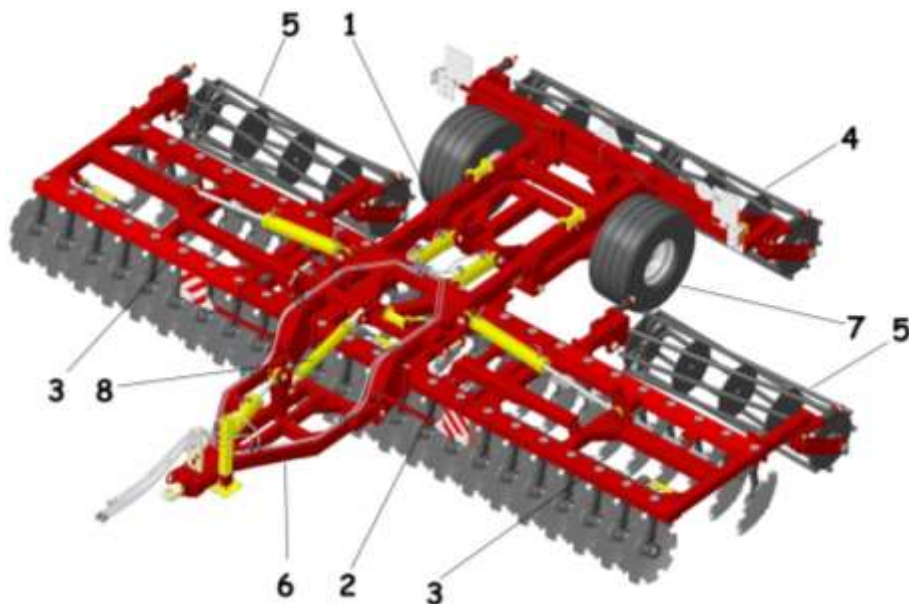

Рисунок 1 – Общий вид бороны
3.1 Борона (рисунок 1) представляет собой полуприцепную машину с рядным расположением рабочих органов на индивидуальной стойке и состоит из рамы 1 на которую установлены подрамник 2 с крыльями 3, катков: центрального 4, установленного на раму и боковых 5, установленных на крыльях, снечи 6, колесного хода 7, талрепа 8.